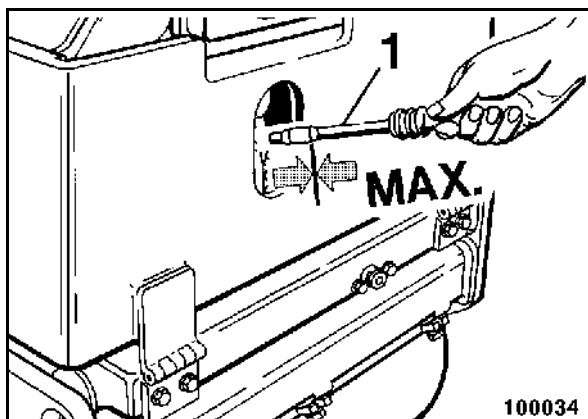

fig. 61
- Vérifier le niveau de l'huile à la jauge (1) (fig. 61) après la course d'essai.